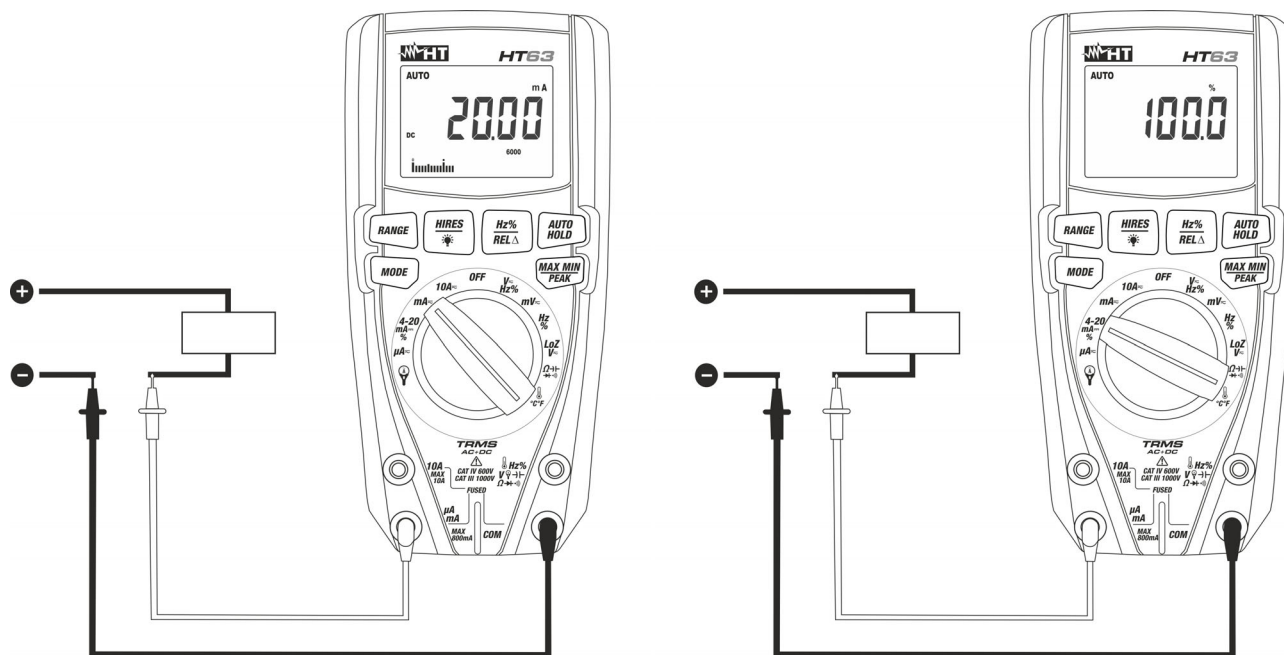

Fig. 10: Uso del instrumento para medida de Corriente CC y lectura 4-20mA%
4. Conecte la punta roja y la punta negra en serie al circuito del que se quiere medir la corriente respetando la polaridad y el sentido de la corriente (vea Fig. 10)
6. El valor de la corriente CC (vea Fig. 10 – parte derecha) se muestra en pantalla
7. El valor de la lectura 4-20mA% (0mA = -25%, 4mA = 0%, 20mA = 100% y 24mA = 125%) (vea Fig. 10 – parte derecha) se muestra en pantalla. La barra grafica no está activa en esta función
9. La visualización del símbolo "-" en el visualizador del instrumento indica que la corriente tiene sentido opuesto respecto a la conexión de Fig. 10